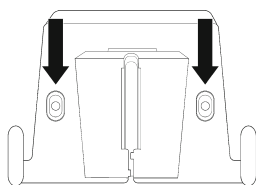
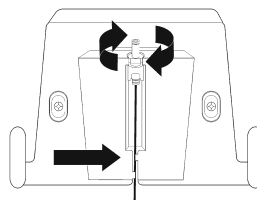

Fig. 1
Fig. 2
2. Segnare sulla parete la corretta distanza tra i fori (fig. 1).
3. Utilizzare esclusivamente le viti (4) contenute nel volume di consegna dell'apparecchio.
4. Far passare il cavo dell'alimentatore (5) attraverso la cavità (fig. 2).